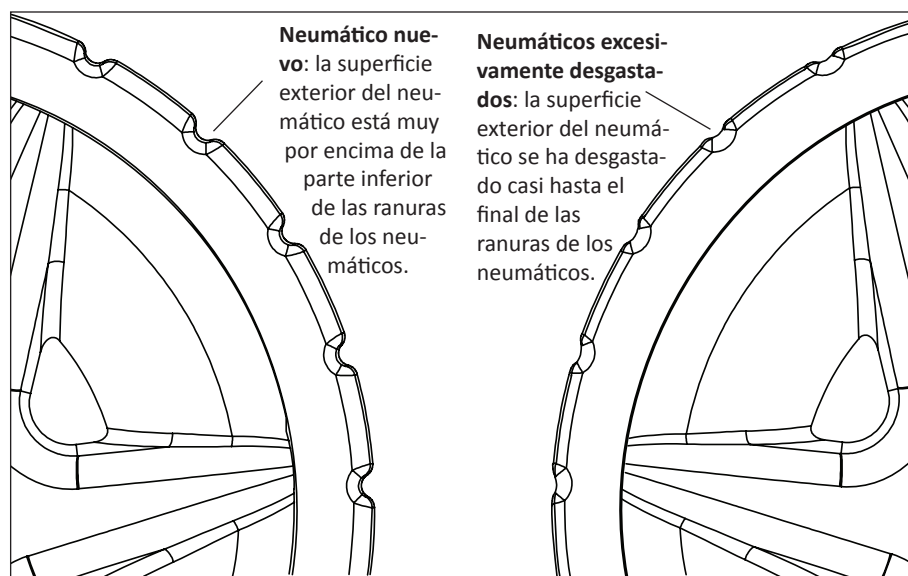

Figura 18: comparativa de desgaste del neumático
- Los neumáticos no estén excesivamente gastados. Véase la **Figura 18** en la siguiente página.
Tras un uso prolongado, es posible que deba sustituir los neumáticos de goma del limpiafondos de succión lateral de piscina S5™. Cuando la superficie del neumático se ha desgastado por las ranuras del neumático, deberá sustituirlo. Véase la **Figura 18**.